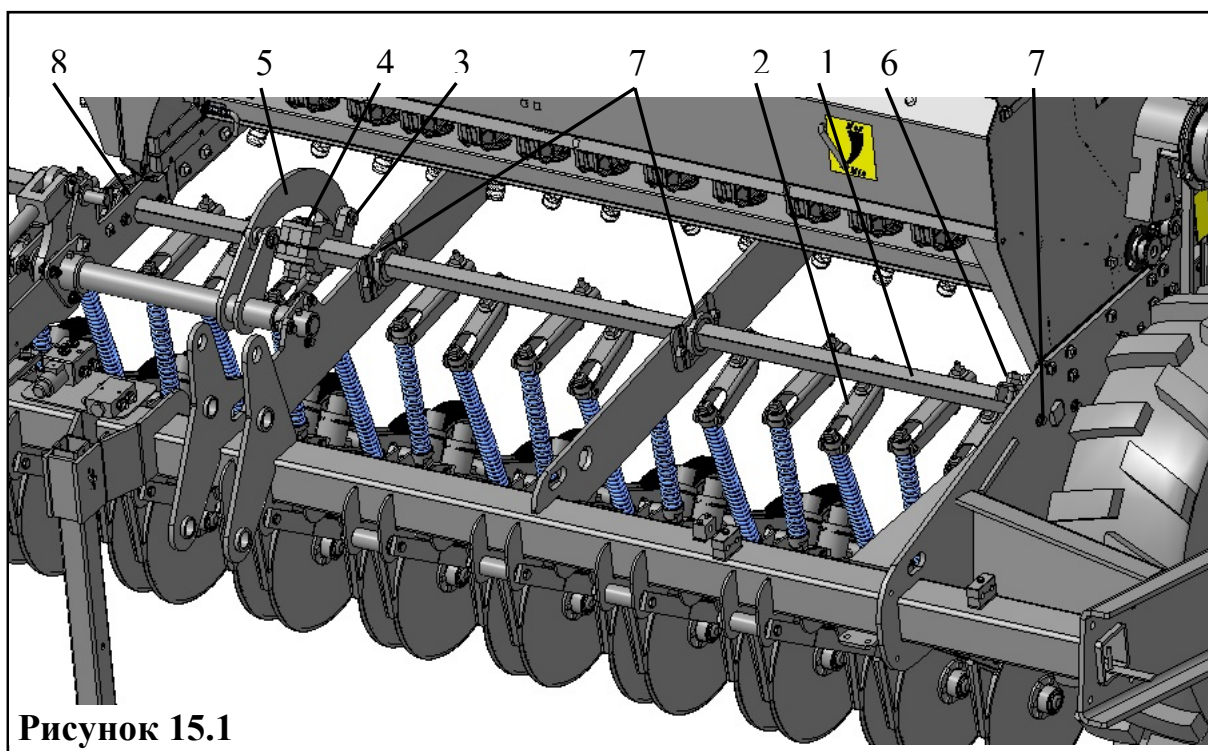
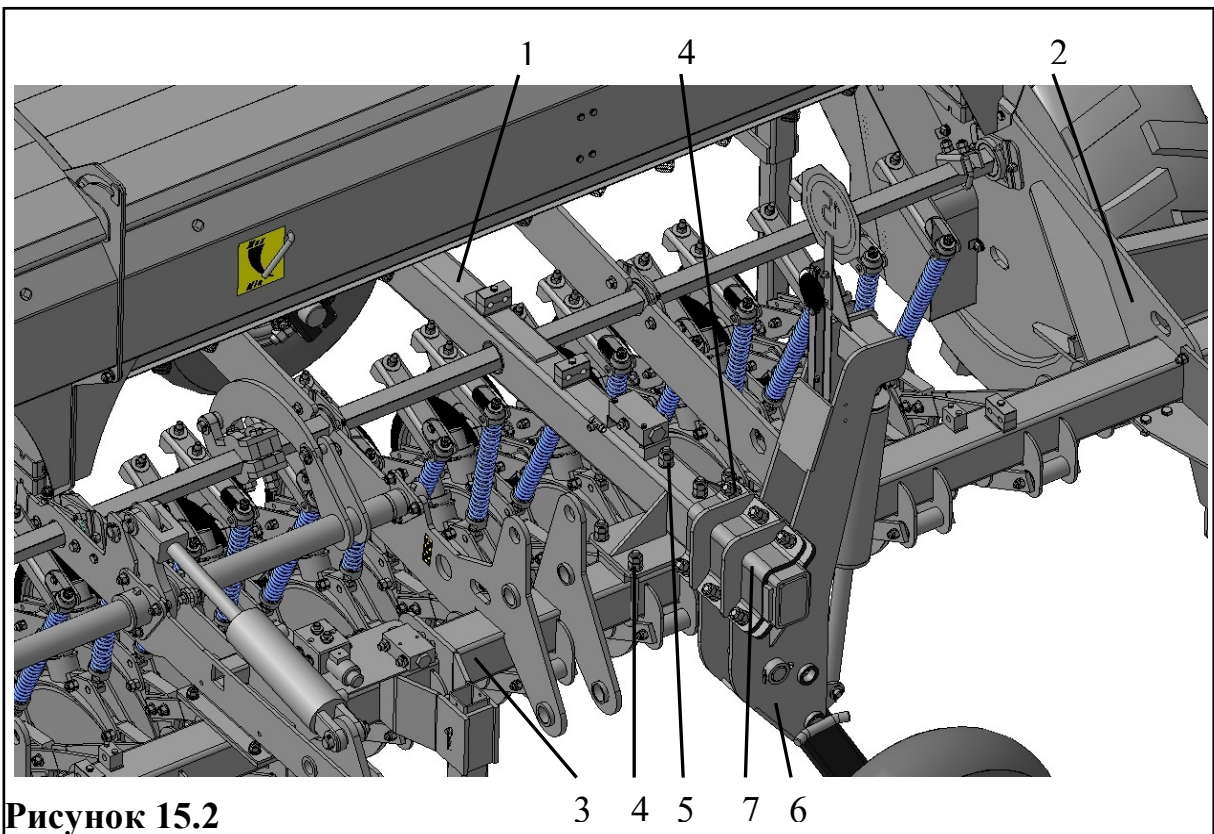
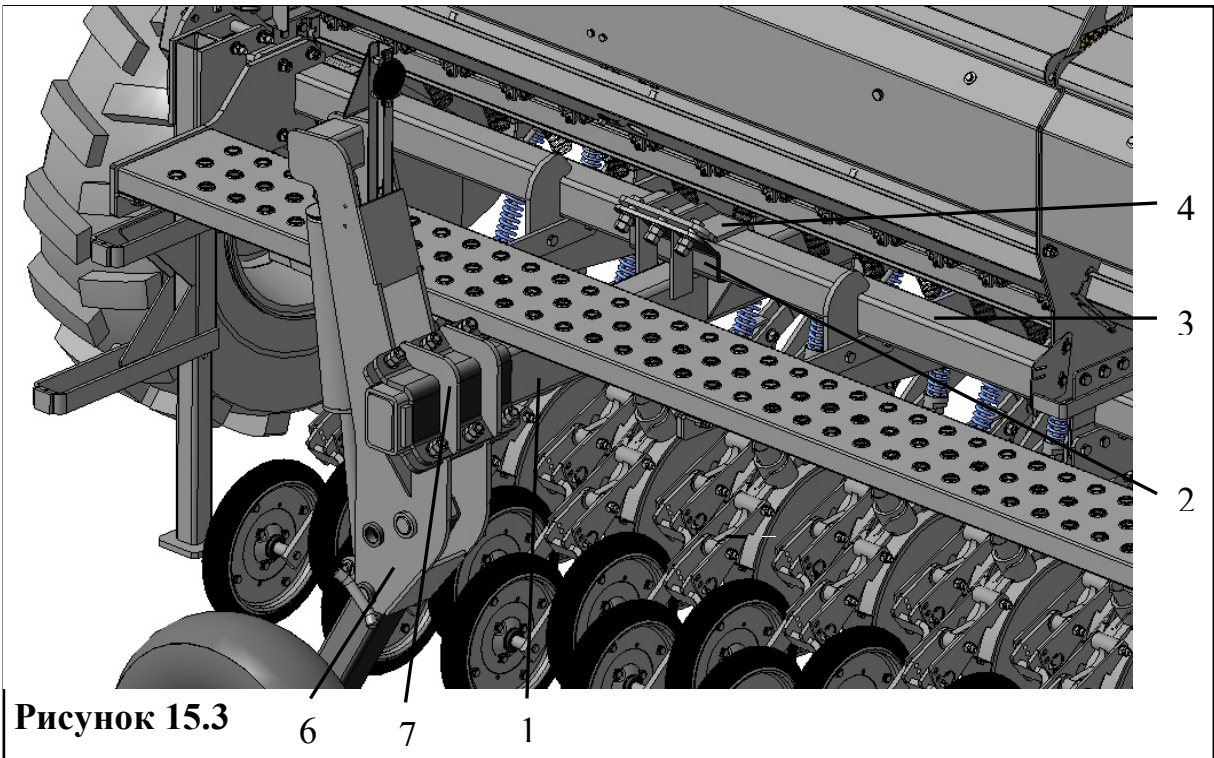

Рисунок 15.1
Рисунок 15.2
Рисунок 15.3
- 3) Отсоединить от квадрата (1) рычаги шпренгелей (2) (рис. 15.1) секций (с первой по четырнадцатую слева по ходу движения).
- 4) Отсоединить от квадрата рычаг (3) и кронштейн (4) механизма подъёма секций. Повернуть тягу (5) (рис. 15.1) таким образом, чтобы она не мешала извлечь квадрат.
- 5) Ослабить фиксатор квадратного вала (6) (рис. 15.1).
- 6) Отсоединить от рамы три корпуса с чугунными подшипниками (7) (рис. 15.1).
- 7) Сместить квадрат в сторону опорно-приводного колеса для того, чтобы извлечь его из подшипника (8) (рис. 15.1) в центральной части сеялки. Извлечь квадрат.
- 8) Перед установкой балки хода транспортного (1) (рис. 15.2), установить квадрат (1) (рис. 15.1) с чугунными подшипниками (7) и их корпусами в круглое отверстие балки.
- 9) Установить балку (1) (рис. 15.2) на левой стороне рамы (по ходу движения) между седьмой и восьмой секциями (1124 мм от балки до боковины 2 рамы). При установке балки, одновременно завести квадрат в отверстие боковины (2) рамы.
- 11) Притянуть к переднему брусу (3) хомутами (4) и (5) (рис. 15.2) с гайками и контргайками М16-6Н.8.
- 12) Совместить кронштейн (2), приваренный к балке (1), с задним бруском (3) рамы. Сверху установить хомут (4). Стянуть пятью болтами М16х60.88 с гайками М16-6Н.8, контргайками и шайбами (рис. 15.3).
13) Установить на балку опоры с колёсами 6 (рис. 15.2 и рис. 15.3). Зафиксировать их хомутами 7 с болтами М16х80.88 , шайбами, гайками М16-6Н.8 и контргайками.